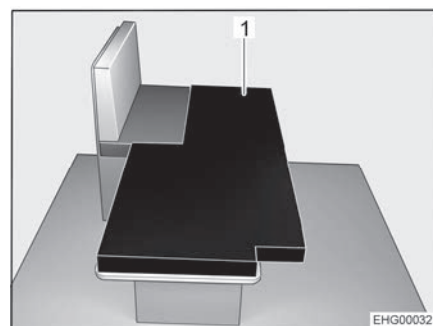

Bild 44 Efter ombyggnaden
- Lägg den extra dynan (Bild 44,1) på det nersänkta bordet så som visas i bild.